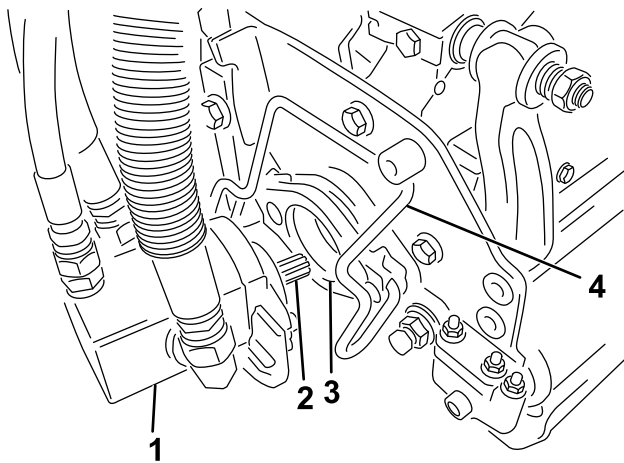

Figura 50
5. Revista o veio estriado do motor da unidade de corte com massa lubrificante limpa (Figura 50).
6. Insira o motor no lado esquerdo da unidade de corte (visto da posição do operador) e empurre a barra de retenção do motor na unidade de corte na direção do motor até ouvir um “clique” de ambos os lados do motor (Figura 50).